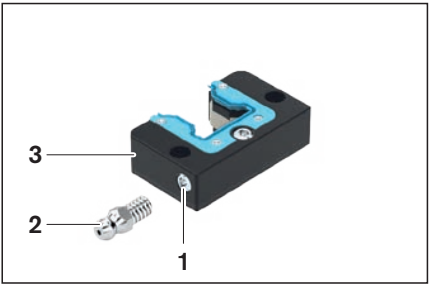
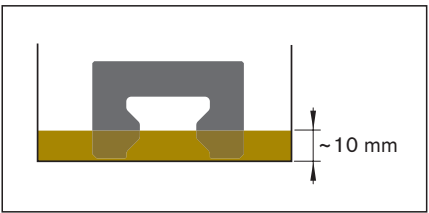

Figura 1
Figura 2
- ▶ Sacar el pasador roscado del taladro de lubricación (figura 1, posición 1) y guardarlo.
- ▶ Enroscar el engrasador (2).
- ▶ Ubicar la unidad de lubricación adicional (3) de forma plana, rellenar con la cantidad de aceite de la tabla 1 y dejar aprox. 36 horas en reposo.
- ▶ Para el tamaño 20, bajo: unidades de lubricación adicional para aprox. 36 horas en un recipiente con 10 mm de altura de aceite (véase la figura 2).
- ▶ La unidad de lubricación adicional tamaño 20, bajo, **no** se puede rellenar a través de la conexión de lubricación (véase figura 2).